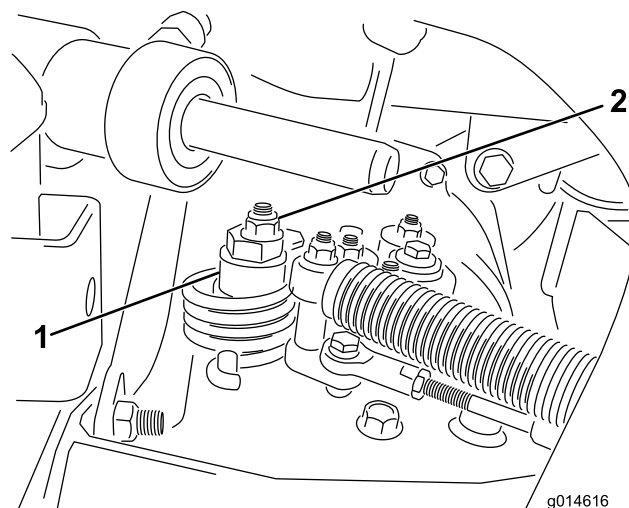

Figure 3
- A. Desserrez l'écrou de fixation de l'excentrique en haut de l'hydrostat (Figure 3).
- D. Tournez l'excentrique jusqu'à ce que la roue ne tourne plus dans aucune direction. Lorsque la roue s'arrête de tourner, serrez l'écrou pour bloquer l'excentrique et le réglez (Figure 3).